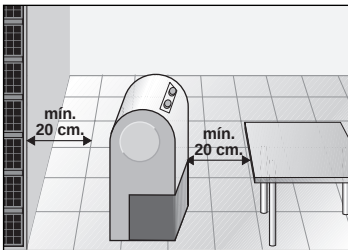

Abb. 4
- ☐ Um ein ordnungsgemäßes Funktionieren des Geräts sicherzustellen, muss zu in der Nähe stehenden Gegenständen ein Mindestabstand von 20 cm eingehalten werden. Siehe **Abb. 4**.